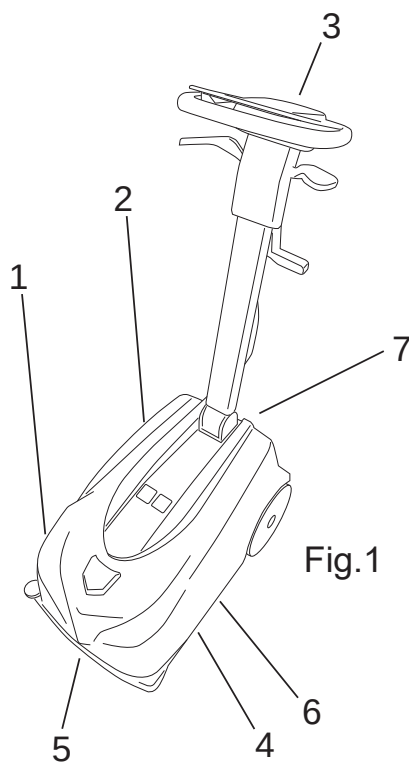

Fig.1
- El depósito de agua/detergente (Fig. 1-Ref. 1), sirve para contener y transportar la mezcla de agua limpia y del producto de limpieza.
- El depósito de agua sucia (Fig. 1-Ref. 2): sirve para recoger el agua sucia aspirada del suelo durante el lavado.
- Cuadro de mandos (Fig. 1-Ref. 3).
- Grupo cabezal (Fig. 1-Ref. 4), el elemento principal está representado por el cepillo que distribuye la solución de detergente sobre el suelo, eliminando la suciedad.
- Secador de suelo delantero (Fig. 1-Ref. 5), tiene la función de arrastrar el agua y secar el suelo al tirar de la máquina en dirección al operador.
- Secador de suelo trasero (Fig. 1-Ref. 6), tiene la función de arrastrar el agua y secar el suelo mientras se avanza.
- Batería (Fig. 1-Ref. 7).